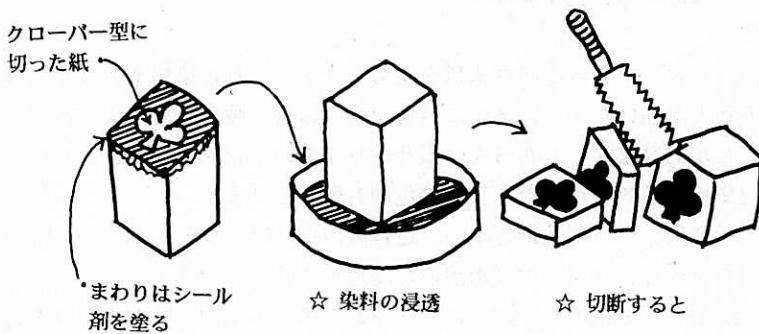

図1 「どこを切ってもクローバー」のできるまで
2. 3 つくる手順（図1参照）
①染料を水に溶解します（濃度は約1%）。さらに台所洗剤を少量加えてよく攪拌しておきます。
②よく乾いた木から試験片を切り出します。繊維方向の長さは約5cmとします。この際、木口面（同心円の年輪が見える部分）の木粉はていねいに払い落